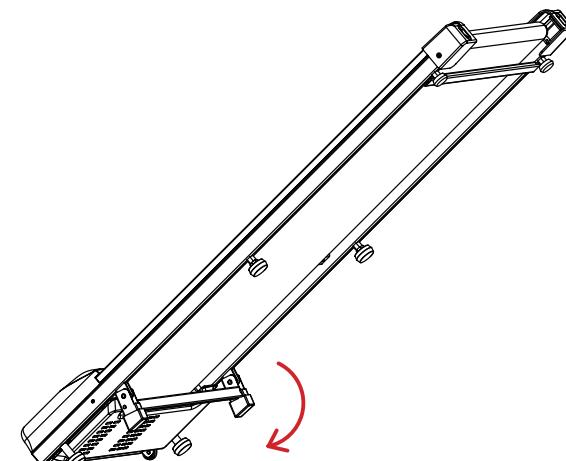

Figure 1
- Réglage de l'inclinaison: Soulevez le tapis de course par l'arrière et poussez le Incline Support de Réglage dans la direction de la flèche de la Figure 1 pour augmenter l'inclinaison. Ensuite, faites pivoter le patin central vers le bas jusqu'à ce qu'il soit en contact avec le sol pour maintenir l'équilibre, comme montré dans la Figure 2.